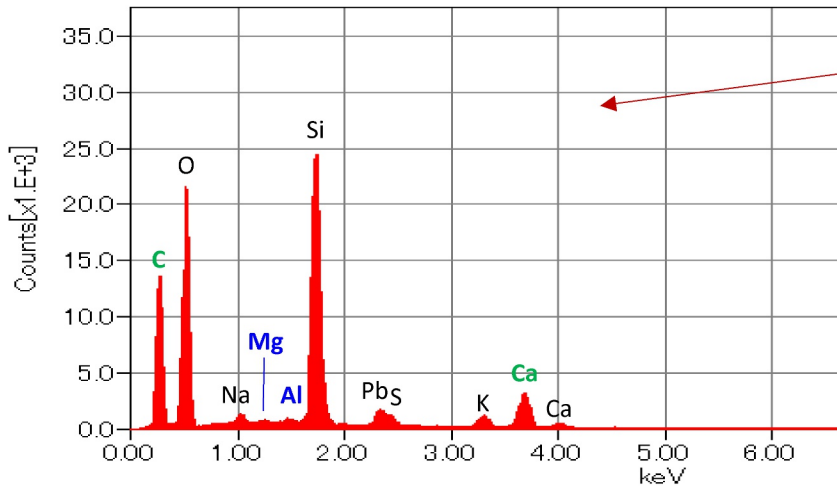
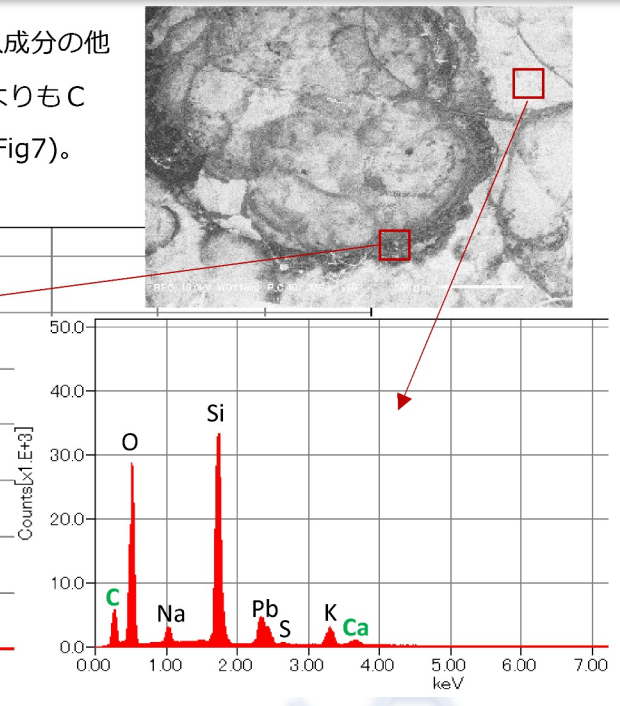

Fig.6 汚れのX線スペクトル
Fig.7 正常部のX線スペクトル
■ 元素分析で汚れと正常部を比較すると、汚れからは正常部のガラス成分の他にMg(マグネシウム)、Al(アルミニウム)が検出されました。また、汚れは正常部よりもC(炭素)とCa(カルシウム)のピーク強度が相対的に高くなっています(Fig6、Fig7)。